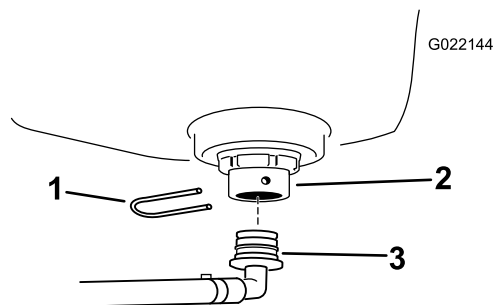

Рисунок 12
2. Установите штуцер промывочного бака на переходной штуцер и зафиксируйте с помощью крепежной вилки (Рисунок 12). Поверните штуцер открытым концом назад.